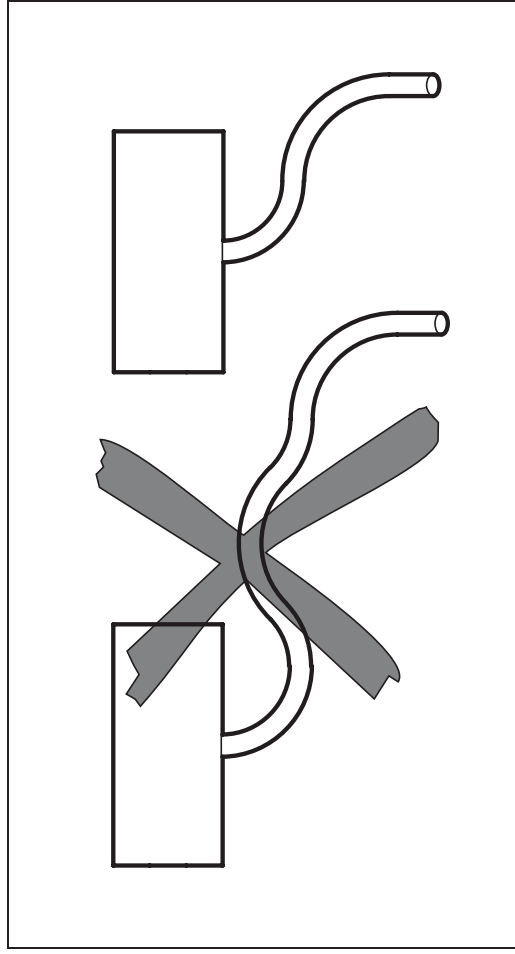

Fig. 40: Éviter la formation d'eau de condensation
- La conduite d'échappement doit être installée en pente descendante depuis l'appareil de chauffage afin de permettre l'évacuation de l'eau de condensation (voir Fig. 40). Si ce n'est pas possible, placer à l'endroit le plus bas un orifice de purge de l'eau de condensation d'un diamètre de 4 mm.